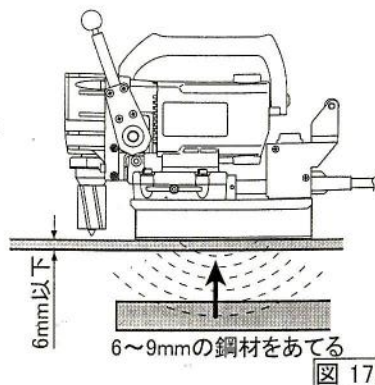

図 17
(1) 6mm以下の鋼板へ穴をあける場合・・・
- 鋼板の厚みが6mm未満の場合、磁力が抜けてしまい吸着力が弱くなり鋼材に付かない為加工ができません。このような場合には、鋼板の裏面に厚さ6～9mmの電磁石より大きい鋼板を当てることで加工可能です。(図17)